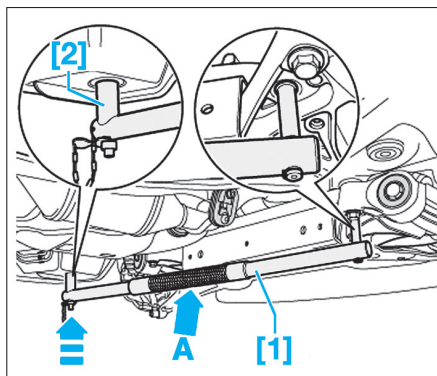

Fig. 2
- [1]. Outil de réglage du carrossage (réf : T40022) (Fig.2)
- [2]. Adaptateur de l'outil [1] (réf : T40022/2) (Fig.2)
- Mettre en place l'outil [1] avec l'adaptateur [2] comme indiqué sur la figure. Puis appliquer une légère précontrainte en tournant la poignée (A) (Fig.2).
- En tournant la poignée (A), il est maintenant possible de régler le carrossage.
- Repérer la position des vis de fixation de la rotule inférieure sur le pivot puis la déposer (voir (Fig.2) chapitre "Transmissions").